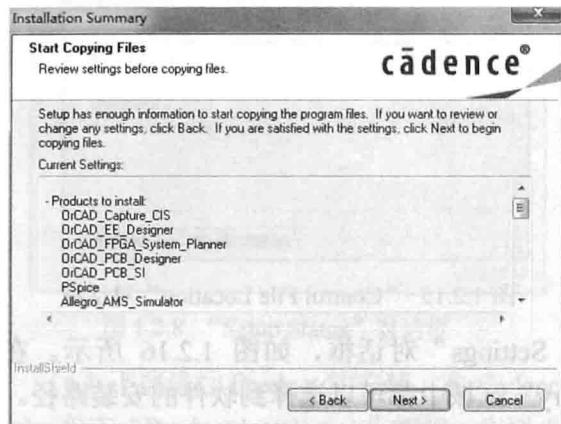
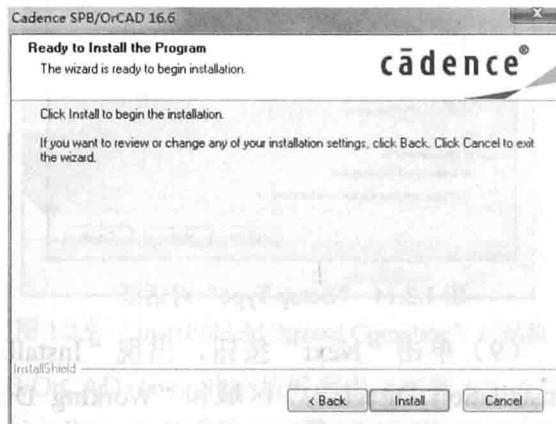

图 1.2.20 “Start Copying Files”对话框
图 1.2.21 “Ready to Install the Program”对话框
(11) 单击“Next”按钮，出现“Start Copying Files”对话框，如图 1.2.20 所示。在此设置文件的备份，如果需要重新设定，单击“Back”按钮，可以返回上一对话框。单击“Next”按钮，开始文件的备份，同时准备安装程序，出现“Ready to Install the Program”对话框，如图 1.2.21 所示。